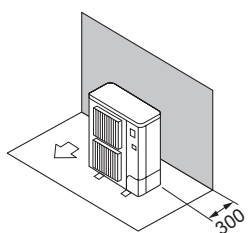

Fig. 2-6
- ① Solo ostacoli posteriori (Fig. 2-6)